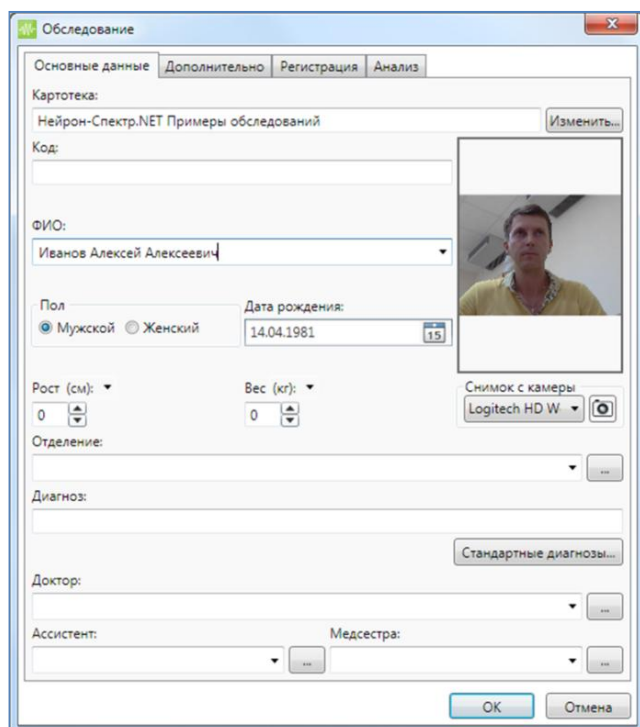

Рис. 20. Ввод данных о пациенте
7. В появившемся окне введите данные обследуемого (рис. 20) и нажмите кнопку «ОК» (подробная информация представлена в руководстве пользователя ПО «Нейрон-Спектр.NET»).